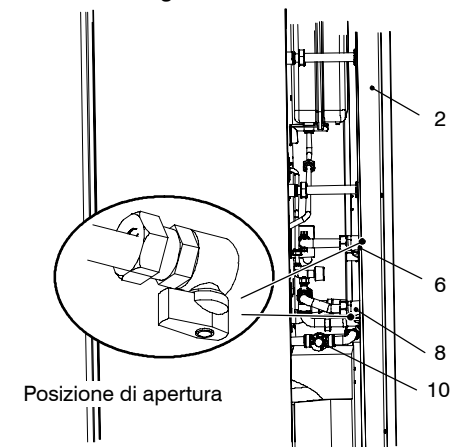

fig. 6.1
- Aprire la porta di accesso 2 in fig. 6.1 per le valvole di intercettazione impianto.
- Aprire il rubinetto del contatore gas e quello della caldaia 6 in fig. 6.1
- Aprire il rubinetto 8 in fig. 6.1